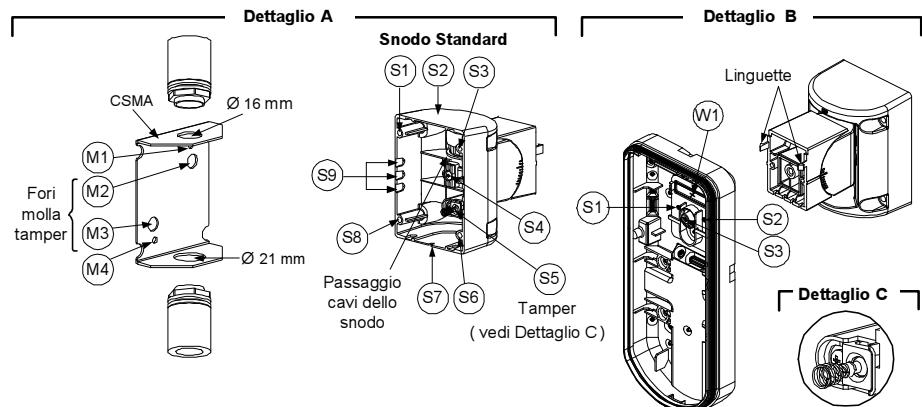

Figura 8
- Aprire i fori a sfondare della base esterna (Figura 8, Dettaglio B)
- Sullo snodo aprire le predisposizioni per il passaggio cavi S2, S7 o S9 (Figura 8, Dettaglio A).
- Rimuovere il tamper antirimozione dalla base interna (consultare paragrafo "Modifica della posizione del tamper antirimozione") e collegarlo a S5 (Figura 8, Dettaglio A) sullo snodo standard.
- Inserire il cavo esterno attraverso le predisposizioni S2, S7 o S9 (incluso i cavi del tamper) ed estrarre facendolo passare attraverso il passaggio cavi dello snodo (Figura 8, Dettaglio B).
(utilizzare l'adattatore metallico per tubo elettrico - CSMA, Figura 8, Dettaglio A)
- Inserire i cavi esterni e i cavi del tamper che arrivano dal tubo elettrico facendoli passare tramite il passaggio cavi dello snodo (Figura 8, Dettaglio A).
La molla del tamper S5 (Figura 8) deve essere a contatto della parete tramite gli appositi fori M2 o M3 del CSMA. Assicurarsi di sentire il "Click" dell'interruttore tamper fissando il dispositivo alla parete.
- Inserire i cavi del tamper e i cavi esterni che arrivano dallo snodo standard facendoli passare tramite la predisposizione W1 della base esterna (Figura 8, Dettaglio B).